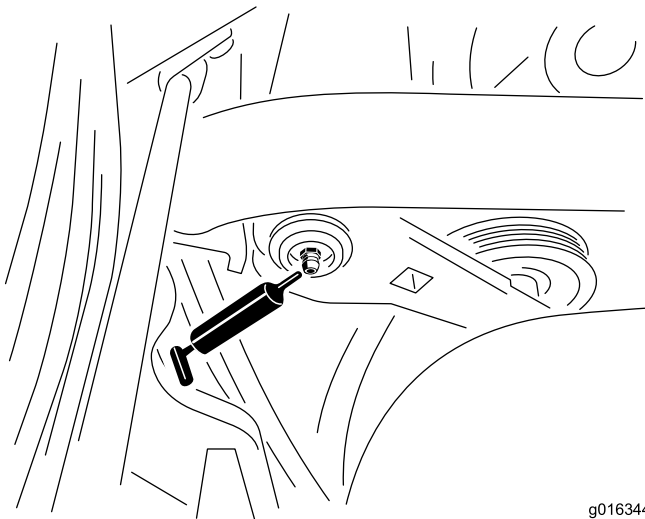

Figura 36
1. Limpie el engrasador para evitar que penetre materia extraña en el cojinete o el casquillo (Figura 36).